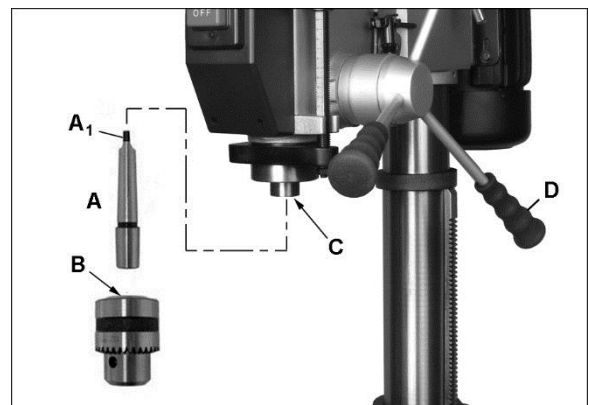

Abb. 6-2: Bohrfutter und Dorn montieren
1. Befestigen Sie die drei Drehhebel in der Nabe (D, Abb. 6-2).
1. Dorn (A, Abb. 6-2), Bohrfutter (B) und Spindel (C) gründlich reinigen. Fett oder Rückstände in diesen Bereichen können dazu führen, dass sich die Teile lösen und zu einem Sicherheitsrisiko sowie zu Schäden am Werkzeug führen.